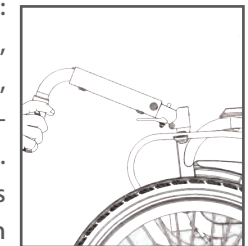
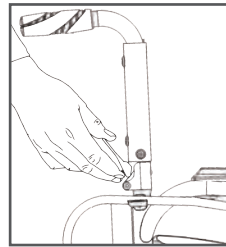

Abbildung 7
Abbildung 8
- Der Klappmechanismus der Rückenlehne: Halten Sie den Griff mit beiden Händen fest, heben Sie die Rückenlehne im Uhrzeigersinn an, bis der Stift im Klappmechanismus der Rückenlehne in das Loch gleitet, siehe Abbildung 7. Einpacken: Drücken Sie die Schnalle des Klappmechanismus der Rückenlehne mit Ihren Fingern, halten Sie den Klappmechanismus der Rückenlehne mit beiden Händen fest. Klappen Sie ihn im Uhrzeigersinn zusammen, nachdem Sie sichergestellt haben, dass der Stift aus dem Loch entfernt wurde, siehe Abbildung 8.